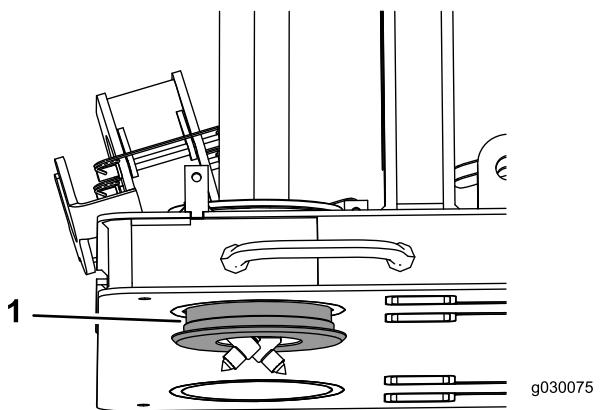

Figura 8
3. Introduza o guia da estaca por baixo da plataforma (Figura 8) e aperte os parafusos.